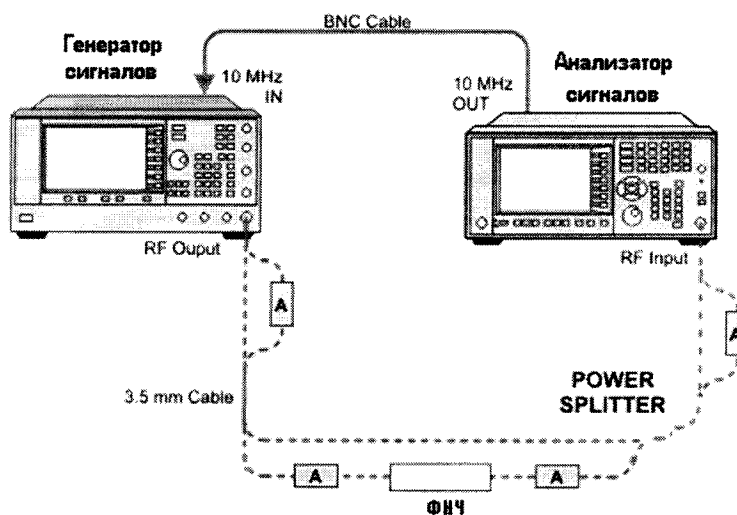

Рисунок 9
7.3.6.3 При измерении уровня второй гармоники необходимо использовать фильтры нижних частот соответствующие частоте несущей. Подать на вход анализатора (рисунок 9) гармонический сигнал частотой  $f_i$  и измерить по отсчетному устройству уровень помехи на частоте  $2f_i$ .